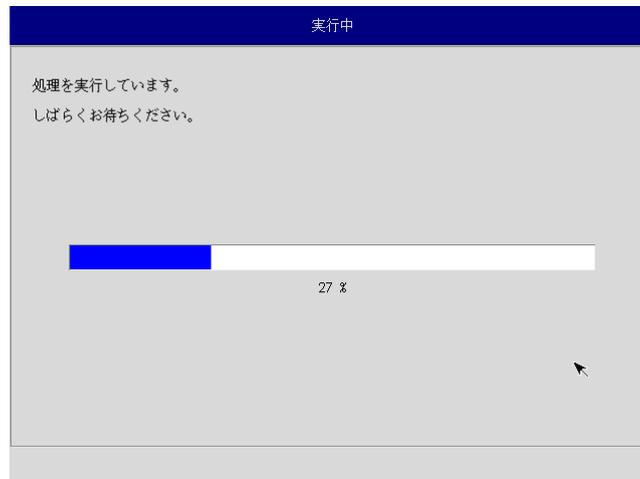

図 7-3-5. 実行中画面
- ⑦ 実行中画面（図 7-3-5）が表示され、処理が開始されます。実行中は DVD ドライブ、保存メディアを外さないでください。また、電源を落とさないようにしてください。